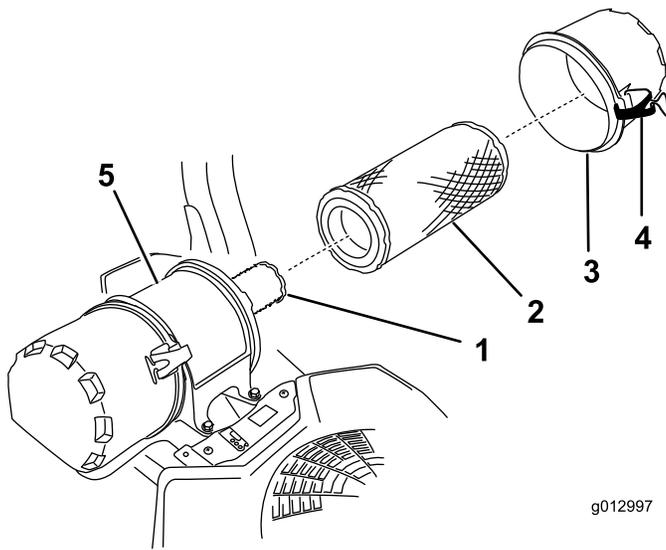

Figure 45
6. Ouvrez les dispositifs de verrouillage du filtre à air et séparez le couvercle du corps du filtre (Figure 45).
8. Sortez l'élément principal du corps du filtre avec précaution (Figure 45).
2. Si vous remplacez l'élément intérieur, insérez-le avec précaution dans le corps du filtre (Figure 45).
3. Placez ensuite l'élément principal sur l'élément intérieur avec le même soin (Figure 45).
4. Remettez en place et verrouillez le couvercle du filtre à air (Figure 45).